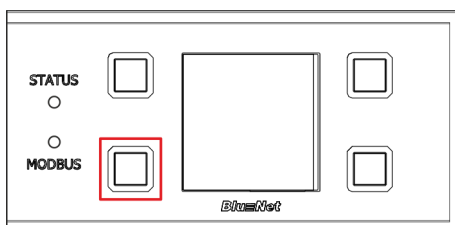

Abb. 53: Display mit Bedientasten
2. Taste neben der Modbus-LED für zwei Sekunden drücken und wieder loslassen (Abb. 53/rote Markierung).